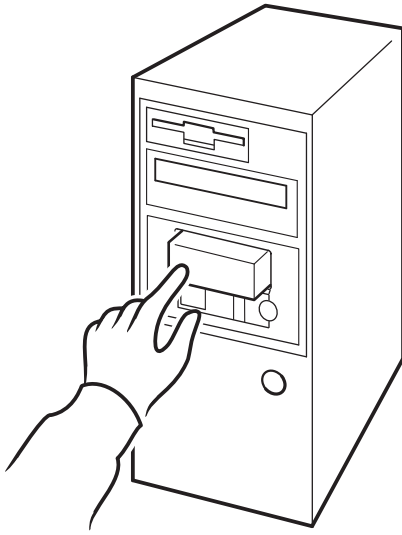

Figura 17a: HP OBDR, paso 1
- 1 Inserte el cartucho de arranque más reciente en la ranura 1 de la recámara y colóquela en el cargador automático (véase la figura 17a). El cartucho debe estar escrito por una aplicación de copia de respaldo que escriba datos en cinta en el formato de CD-ROM.